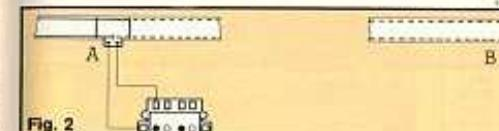

Fig. 2
- con il pulsante premuto, si ricostituisce il flusso della corrente e il treno può riprendere la marcia avanzando o arretrando, comandato dal regolatore di potenza. I collegamenti elettrici - assai elementari - sono esemplificati a fig. 2 e a fig. 3.
la marcia avanzando o arretrando, comandato dal regolatore di potenza. I collegamenti elettrici - assai elementari - sono esemplificati a fig. 2 e a fig. 3.